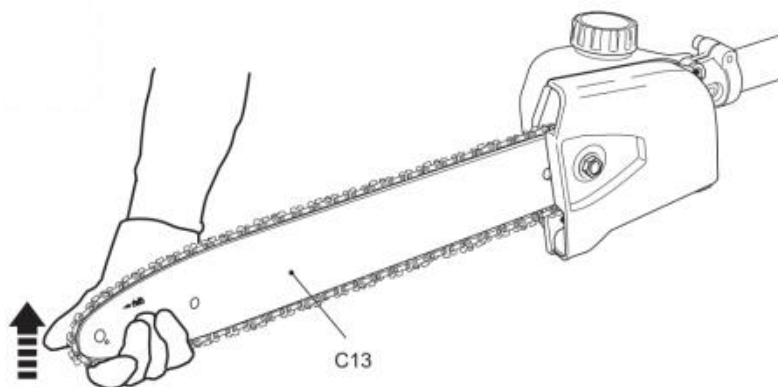

Fig. 13
- 2) Soulevez la pointe de la barre de guidage (C13) et maintenez-la là pendant que vous réglez la tension (Fig. 13).